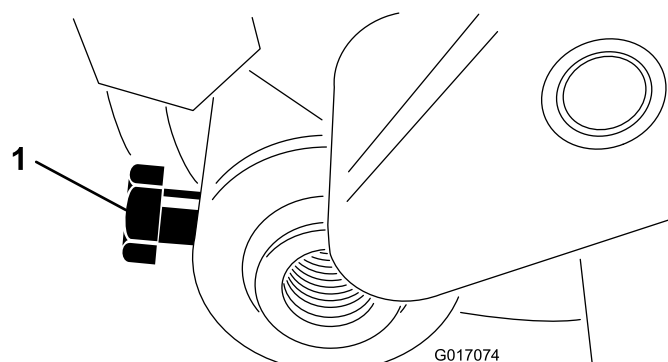

Рисунок 28
3. Отпустите болт крепления валика к рычагу высоты скашивания (Рисунок 28).